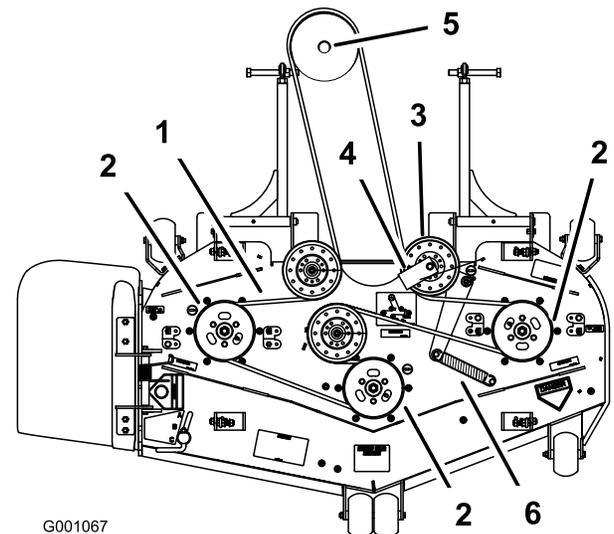

Figura 71
8. Instale a nova correia em torno das polias do cortador e da polia da caixa de velocidades sob o motor (Figura 71).
9. Instale a guia da correia na pólia intermédia da mola a um ângulo de 45 graus, conforme ilustrado na Figura 71. Aperte o parafuso com uma força de 37 a 45 Nm.
10. Instale a mola intermédia nas duas colunas (Figura 71).